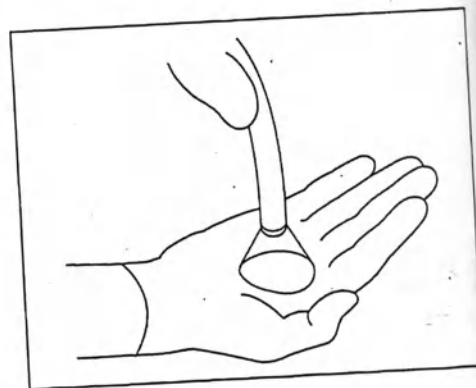

рисунок 3.22
- 2 Удостоверьтесь в том, что свет выходит из дистального конца эндоскопа. (см. рис. 3.22)